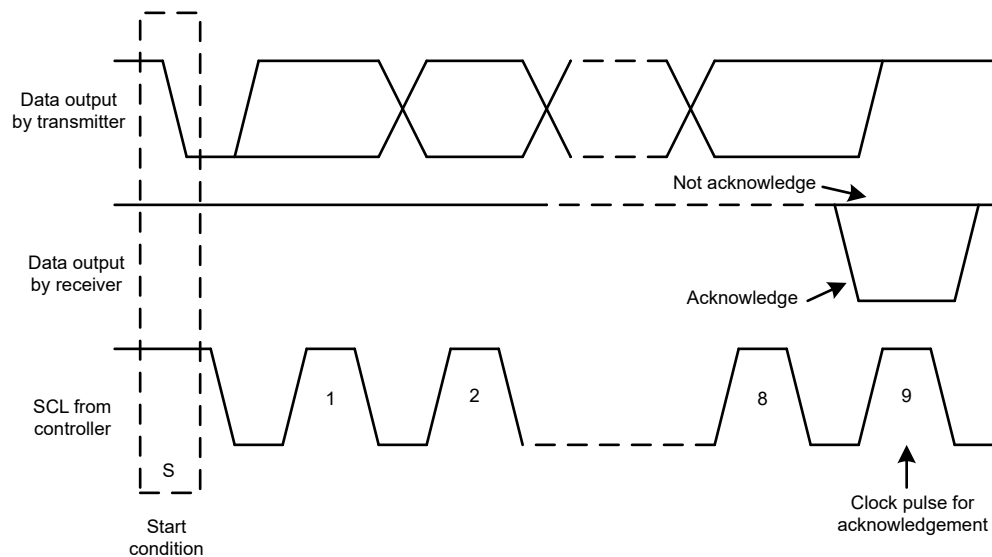
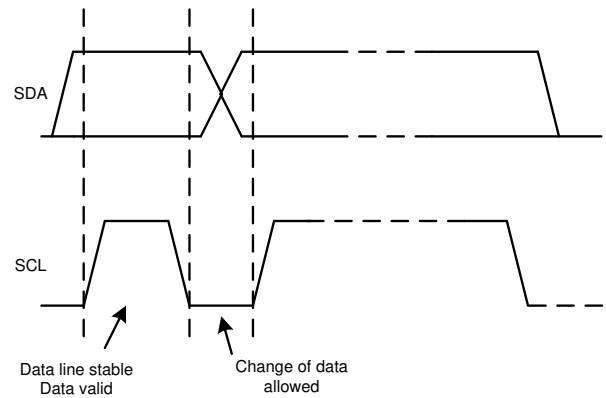

图 7-9. I²C 总线上的确认和非确认
图 7-11. 在 I²C 总线上的位传输
除了特定的时序信号外, I²C 接口还使用串行字节。在每个字节结束时, 第九个时钟周期产生并检测确认信号。确认是指 SDA 线在第九个时钟周期的高电平期间被拉低。非确认是指 SDA 线在第九个时钟周期的高电平期间保持高电平, 如图 7-9 所示。
2. 控制器随后产生 SCL 脉冲，并在 SDA 线上发送 7 位地址和读取/写入方向位 ($R\bar{W}$)。在所有传输期间，控制器确保数据有效。有效数据条件要求 SDA 线在时钟脉冲的整个高电平期间保持稳定，如图 7-11 所示。所有器件都识别控制器发送的地址，并将其与相应内部固定地址进行比较。只有具有匹配地址的目标器件才会通过在第 9 个 SCL 周期的整个高电平期间拉低 SDA 线来生成确认，如图 7-9 所示。当控制器检测到此确认时，则表示与目标的通信链路已建立。